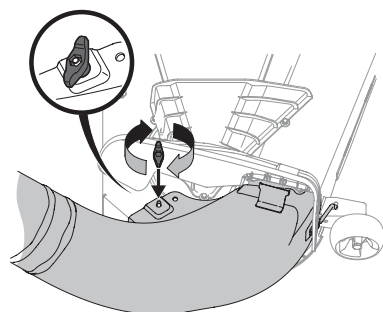

Figure 18
5. Faites pivoter la goulotte de décharge de descente vers l'arrière jusqu'à ce que l'orifice du coude de la goulotte de décharge s'aligne sur le plateau de coupe. Déplacez le coude de décharge vers le bas sur cette broche, comme illustré à la Figure 18.
6. Fixez le coude de la goulotte de descente au plateau de coupe au moyen du bouton à ailettes (720-04122) compris dans la trousse de quincaillerie 689-02364. Consultez la Figure 18.